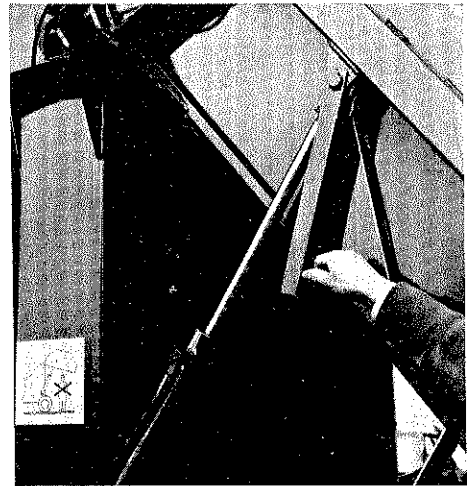

Abb. 1
5. Nicht unter die geöffnete hintere Klappe treten. Sollte dieses unumgänglich sein, unbedingt vorher beide Sicherheitsstützen an die Hydraulikzylinder klappen (Abb. 1).